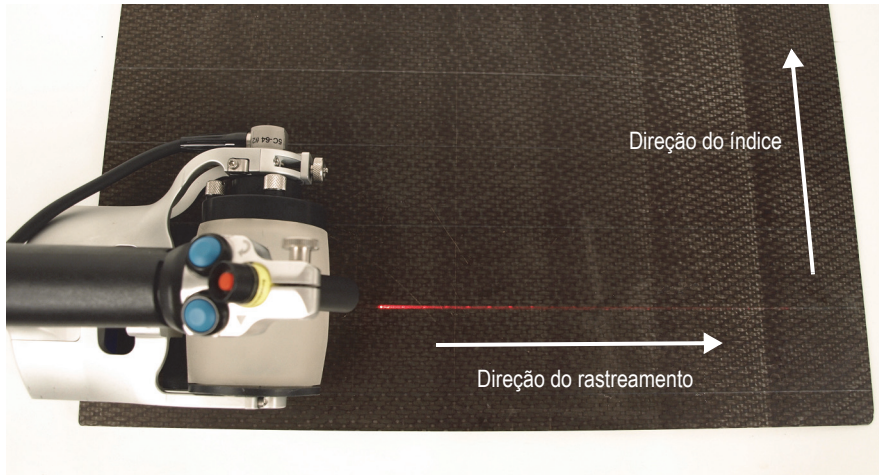

Figura 5-6 Posicionando o RollerFORM na próxima linha-guia
11. Retorne o RollerFORM ao início da área para inspecionar, posicionando-o sobre a próxima linha-guia à esquerda. Usando o feixe de laser, alinhe o RollerFORM precisamente com esta linha guia (Figura 5-6 na página 77).